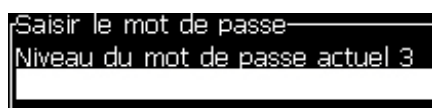

Figure 4-11: Boîte de dialogue Saisir le mot de passe
- 1 Appuyez sur *Alt+W* et sélectionnez l'option *Saisir un mot de passe* dans le menu *Mot de passe*. La boîte de dialogue *Saisir un mot de passe* s'affiche (voir Figure 4-11)